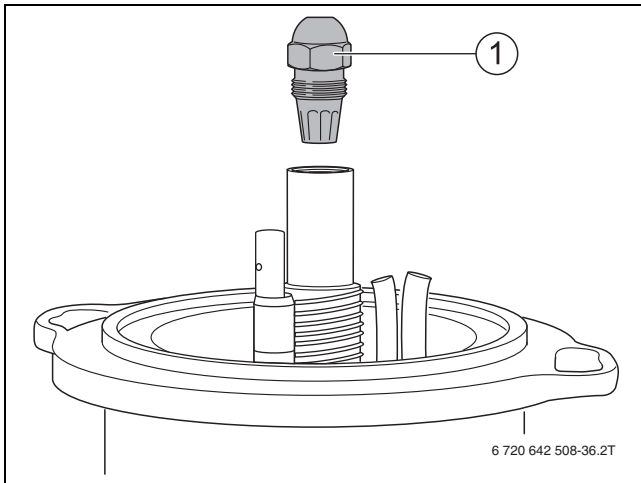

Bild 64 Düse abschrauben
- ▶ Düse abschrauben (→ Bild 64, Seite 44).